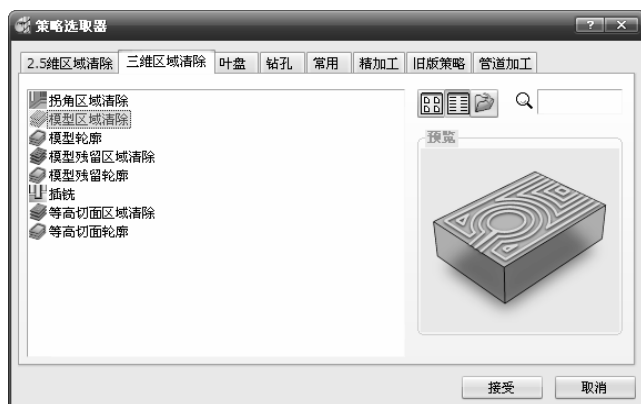

图 5-10 “策略选取器”对话框
1) 单击主工具栏上的“刀具路径策略”按钮, 弹出“策略选取器”对话框，单击“三维区域清除”选项卡，在弹出的三维区域清除策略选项中选择“模型区域清除”加工策略，如图 5-10 所示。单击“接受”按钮完成。